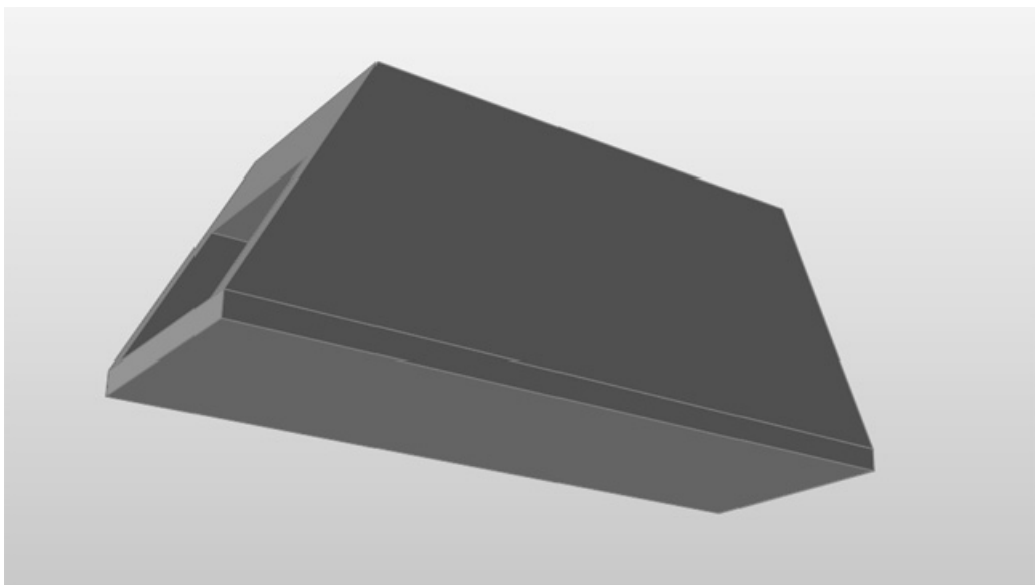

图 4-31
1) 调整视图直至可以看到底面上的 4 个角，如图 4-31 所示。